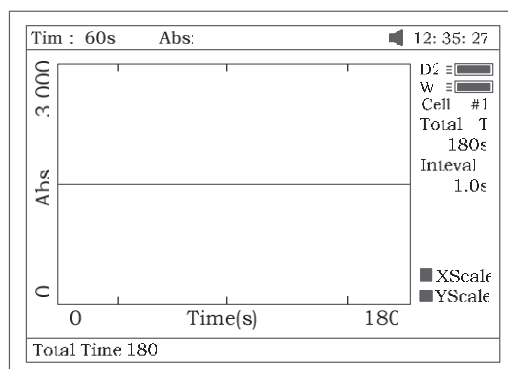

Fig 53
1. Pulse **F1** para fijar “Tiempo total”, “Tiempo de retraso”, “Intervalo de tiempo” e introduzca los valores pulsando el teclado numérico (Fig 53).